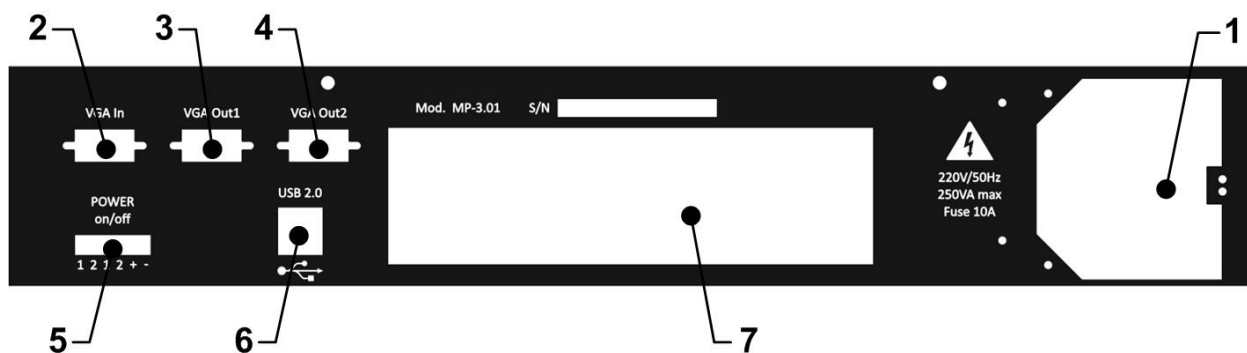

Рисунок 2.4 Блок мультимедиа проигрывателя
1. Подключите VGA кабель от видеоотображающего устройства к VGA выходу 3 или 4 (Рис. 2.4);